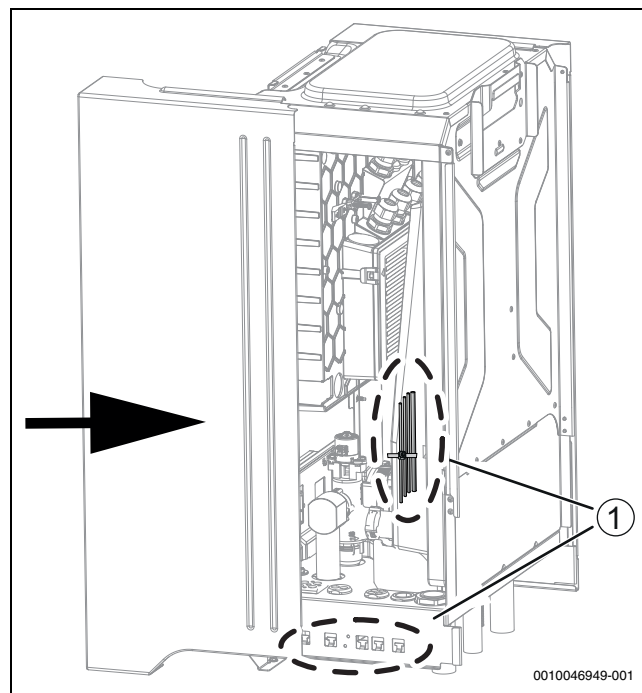

Bild 29 Schieben Sie die Seitenabdeckung an ihren Platz
- Achten Sie darauf, dass keine Kabel zwischen der Seitenabdeckung und dem Aufbau eingeklemmt werden (→ Abbildung 29 [1]).